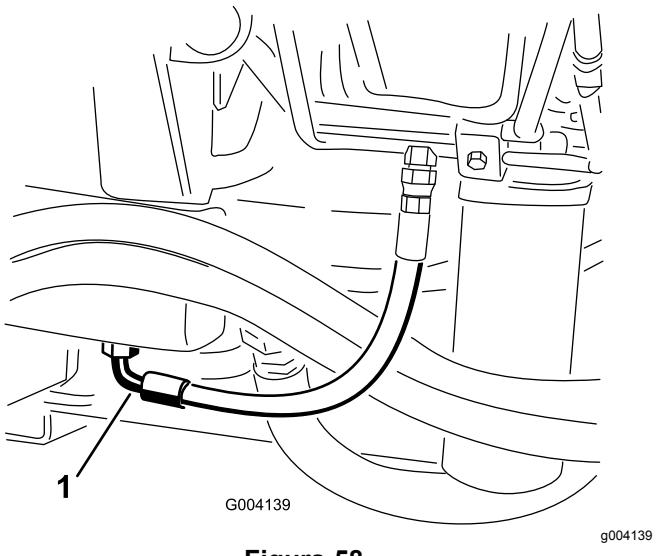

Figura 58
2. Collocate una bacinella di grandi dimensioni sotto il raccordo previsto sulla base del serbatoio del fluido idraulico (Figura 58).